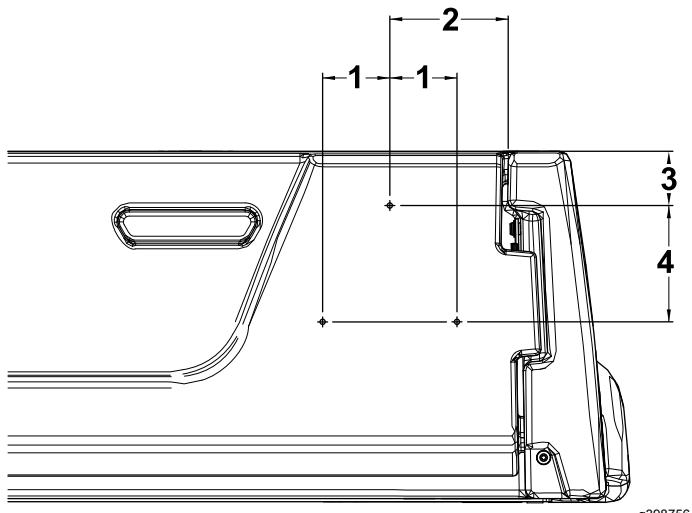

Рисунок 17
- С правой стороны заднего откидного борта отмерьте 130 мм от правого края заднего откидного борта и 60 мм от верха заднего откидного борта и отметьте эту точку (Рисунок 17).
- Отмерьте 128 мм вниз от отверстия, отмеченного в пункте 1, и 74 мм вправо и влево, поставьте здесь 2 точки (Рисунок 17).
- Просверлите отверстие диаметром 5 мм в каждой из трех отмеченных точек (Рисунок 17).